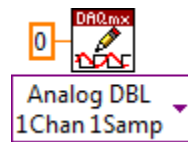

Figura 28. O segundo VI DAQmx Write escreve zero no buffer para garantir que a ventoinha seja desligada quando o VI é interrompido.
9. Conecte a constante 0 ao lado do segundo VI DAQmx Write conforme ilustrado na figura 28.